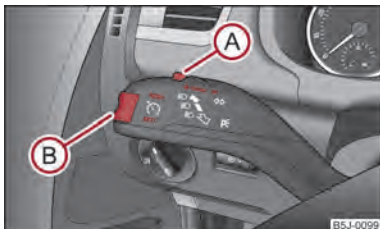

Fig. 86 Maneta: Tasta basculantă și comutatorul sistemului de control al vitezei de croazieră
- Apăsați comutatorul **A** ⇒ fig. 86 în poziția **ON**.
- Viteza memorată poate fi **mărită** fără acționarea pedalei de accelerație, prin apăsarea tastei **B** ⇒ fig. 86 în poziția **RES+**.
Reluarea vitezei memorate are loc după eliberarea pedalei de frână sau de ambreiaj, iar la autovehiculele cu cutie de viteze automată numai după eliberarea pedalei de frână și după apăsarea scurtă a tastei basculante **B** ⇒ fig. 86 în poziția **RES+**.
- Apăsați comutatorul  ⇒ fig. 86 spre dreapta în poziția OFF.